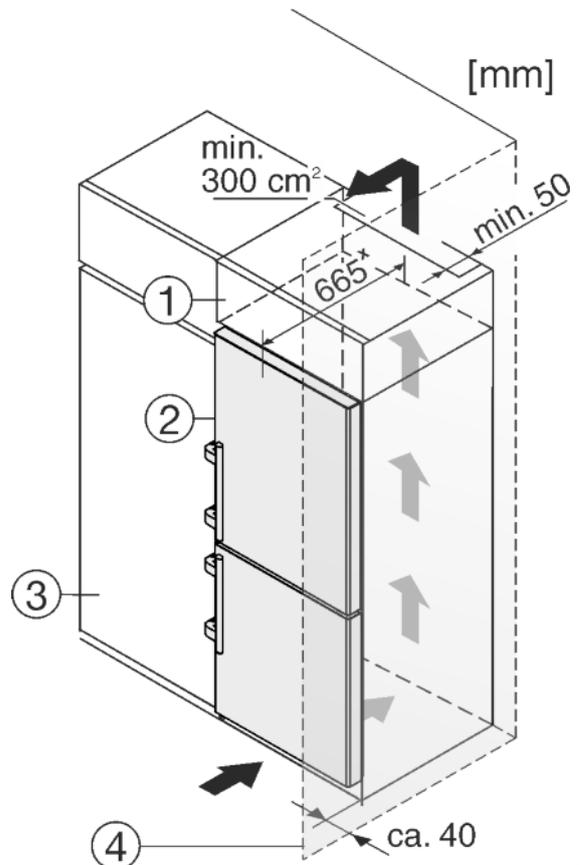

Fig. 41
Das Gerät kann mit der Kücheneinrichtung umbaut werden. Um das Gerät *Fig. 41 (2)* der Küchenzeilenhöhe anzugleichen, kann über dem Gerät ein entsprechender Aufsatzschrank *Fig. 41 (1)* angebracht werden.
Beim Umbau mit Küchenschränken kann das Gerät direkt neben dem Küchenschrank *Fig. 41 (3)* aufgestellt werden. Um die Türe vollständig öffnen zu können, muss das Gerät mindestens 65 mm\* gegenüber der Küchenschrankfront vorstehen. Abhängig von der Tiefe der Küchenschränke und Verwendung von Wandabstandshaltern kann das Gerät weiter herausragen.
Wenn das Gerät mit den Scharnieren neben einer Wand *Fig. 41 (4)* aufgestellt wird, muss der Abstand zwischen Gerät und Wand mindestens 40 mm betragen. Dies entspricht dem Griffüberstand bei geöffneter Tür.